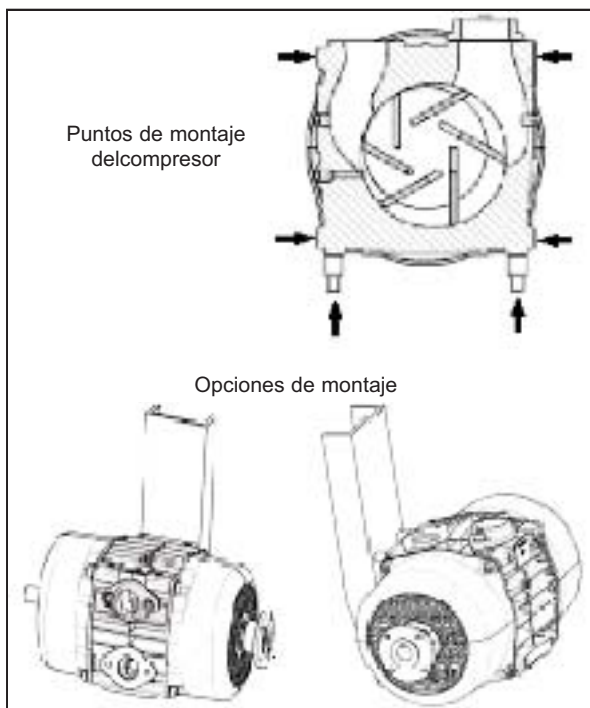

Figura 1 - Montaje
1. Los puntos de montaje del compresor E140 se encuentran a ambos lados del cuerpo y en la base. El montaje se realiza con ayuda de los pasadores y los tirantes suministrados; ver la figura 1. Además del soporte de montaje estándar, MOUVEX puede suministrar soportes que se adapten a las instalaciones existentes que utilicen otros tipos de compresores.